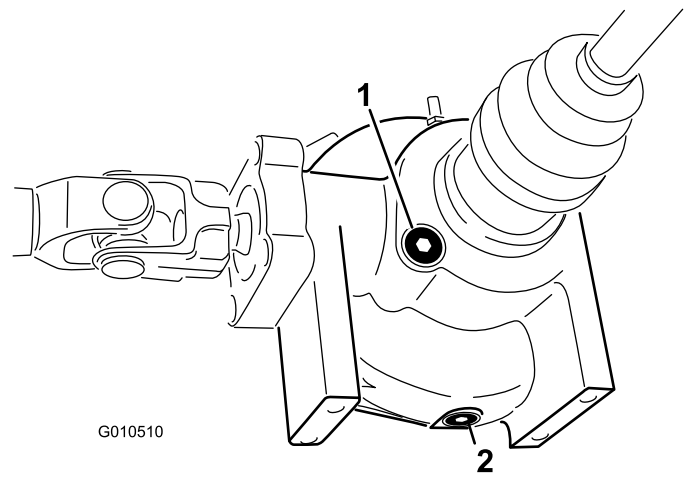

Figura 21
2. Limpie la zona alrededor del tapón de llenado/verificación en el lado del diferencial (Figura 21).